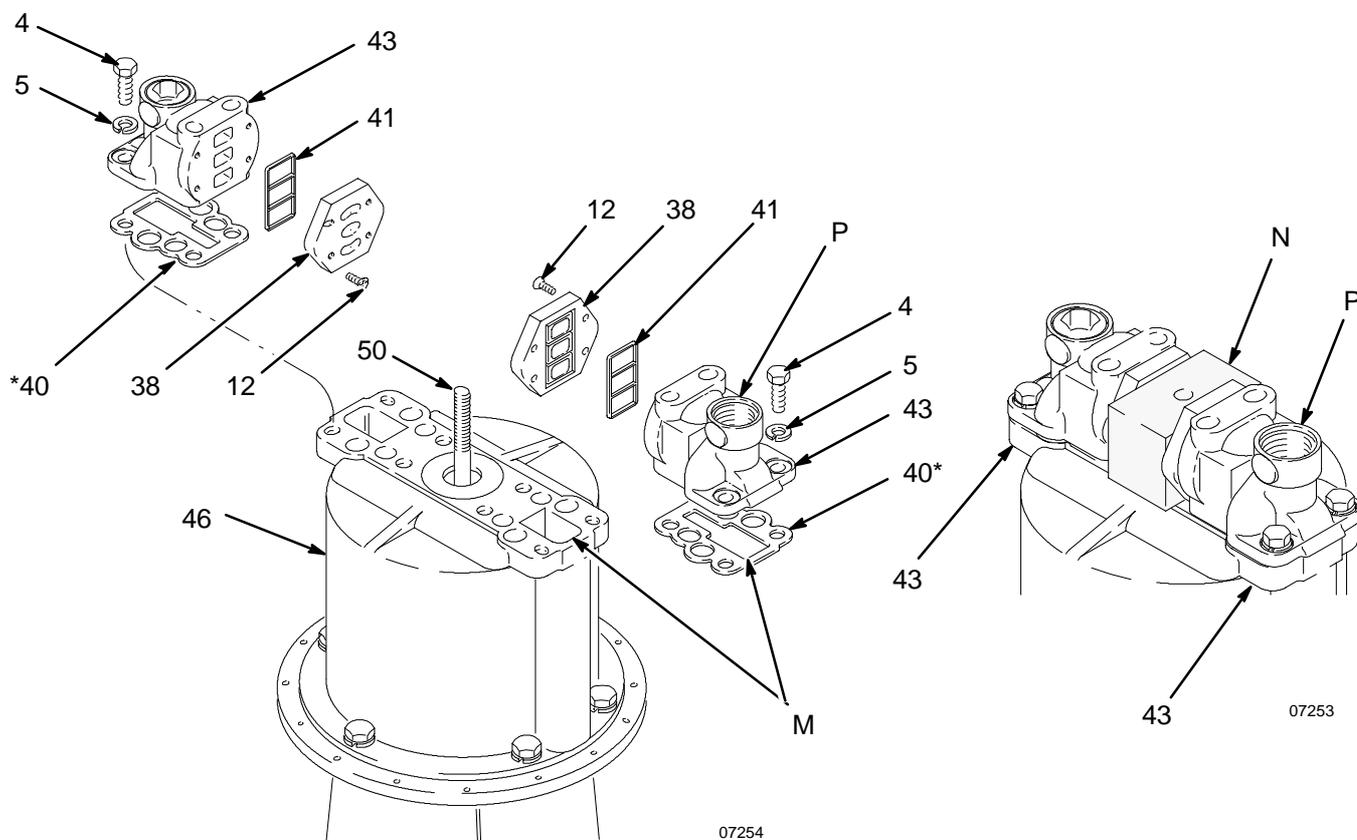

Fig. 9
11. Vea la Fig. 9. Compruebe que las juntas (41) están colocadas en las placas de la válvula (38). Utilice los tornillos (12) para sujetar las placas a los colectores.